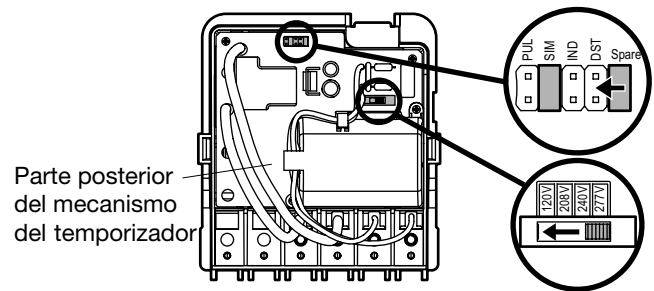

FIG. 2 Ajustar el voltaje y desactivar DST
2. Ajuste el selector de voltaje en el voltaje de entrada deseado. El interruptor temporizador se envía con un voltaje configurado de 277 V CA. **Para que funcione con 120, 208 o 240 V CA, mueva el interruptor selector al ajuste deseado según aparece marcado en la tarjeta de circuito.** Consulte FIG. 2.
3. El interruptor temporizador se envía con el horario de verano (DTS) activado. Para desactivar DST, mueva el puente desde Spare a DST. Consulte FIG. 2.